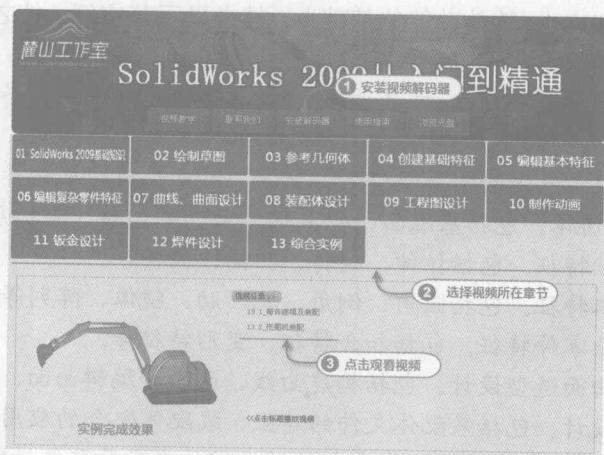

图 1
(1) 光盘带有自动运行程序,通常将光盘放入光驱会自动运行演示程序。用户也可以双击光盘根目录下的“index.html”文件来运行演示程序。单击其中的“安装”按钮安装 TSCC 解码器,如图 1 所示。